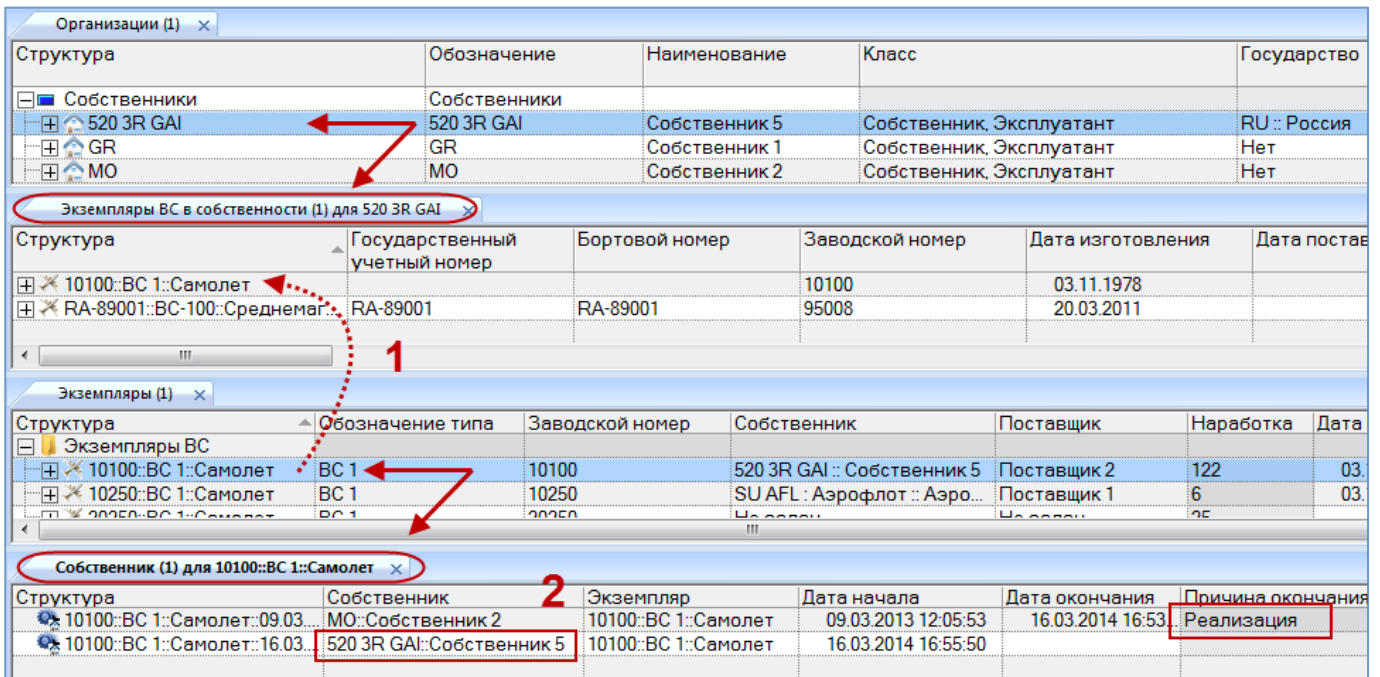

Рис. 13-117 – Назначение собственника перетаскиванием экземпляра ВС в окно связанных объектов «Экземпляры ВС в собственности» для организации
3) Открывается окно связанных объектов (рис. 13-117), в котором перечислены все экземпляры ВС, которые в настоящий момент находятся в собственности выбранной организации.
4) При перетаскивании экземпляра ВС в окно связанных объектов «Экземпляры ВС в собственности» (1 на рис. 13-117) создается движение в организацию-собственника. Если у данного экземпляра ВС ранее уже был назначен собственник, то предыдущее движение будет закрыто и в поле «Причина окончания» указано «Реализация» (2 на рис. 13-117).